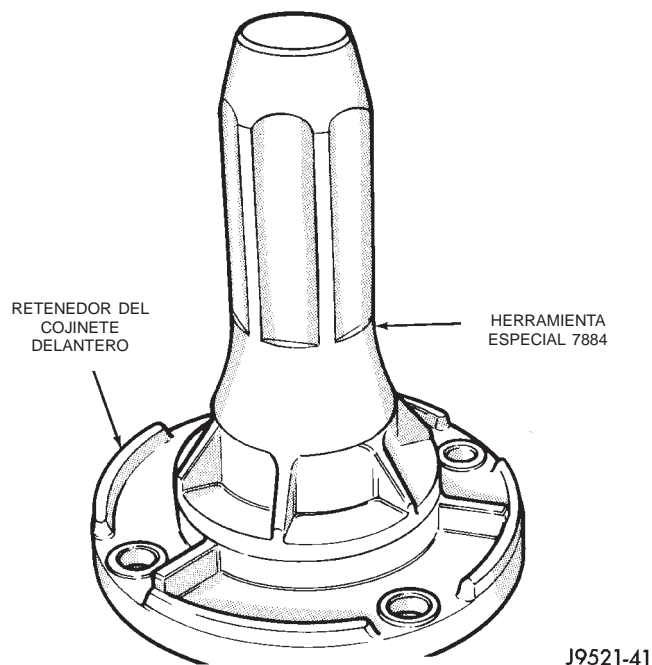

Fig. 56 Instalación de junta del retenedor de cojinete delantero
(11) Instale la junta nueva en el retenedor del cojinete delantero con el instalador 7884 (Fig. 56).